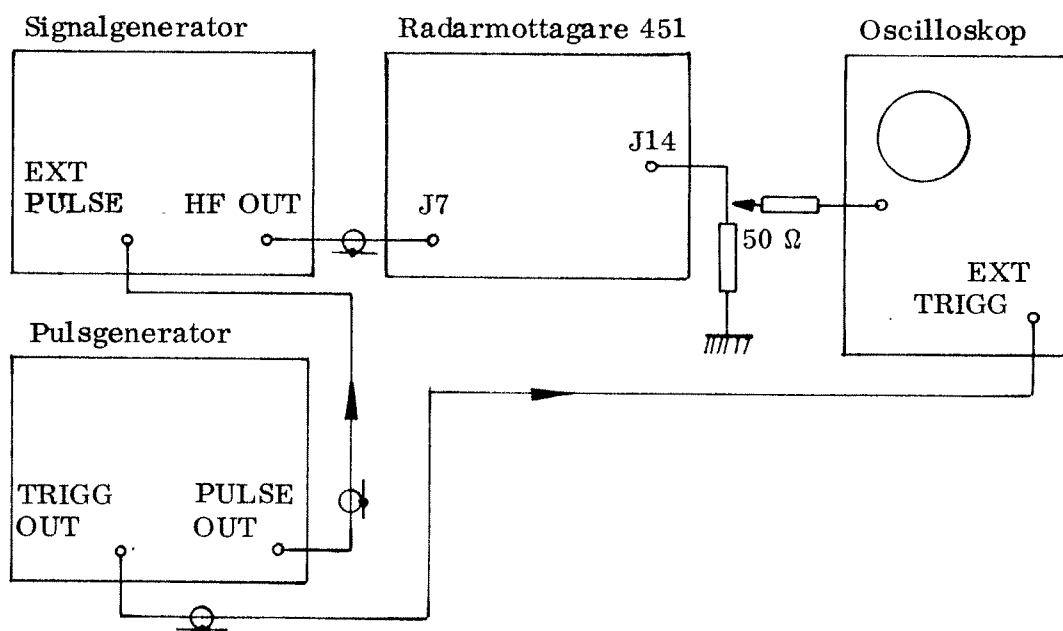

Bild 4. Mätuppkoppling för kontroll av förstärkning, bandbredd och mittfrekvens.
4.3.1.1 Koppla upp enligt bild 4.
- 4.3.2.1 Uppkopplingen ska ske enligt bild 4 och inställningen enligt avsnitten 4.3.1.2 - 4.3.1.13.
4.3.3.1 Uppkopplingen ska ske enligt bild 4 och inställningen enligt avsnitten 4.3.1.2 - 4.3.2.7.